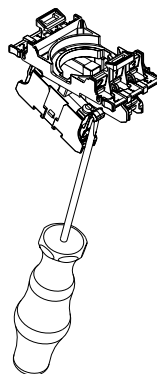

Fig. 12a
- 3a: Desmontagem dos elementos de contacto (ver fig. 12a)